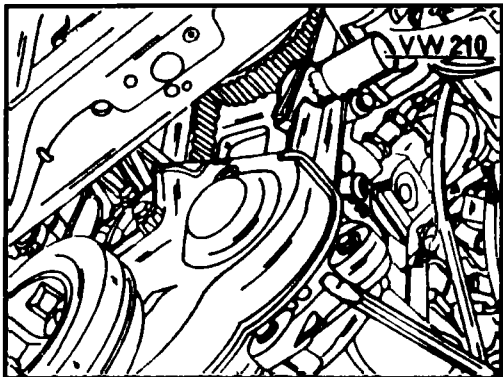

Рис. 3.30 Для измерения напряжения зубчатого ремня установите приспособление в показанном месте
- ◆ Наденьте зубчатый ремень на шкив распредвала, а также на шкив насоса системы охлаждения и натяните. Для натяжения установите на ремне приспособление, показанное на рис. 3.30.